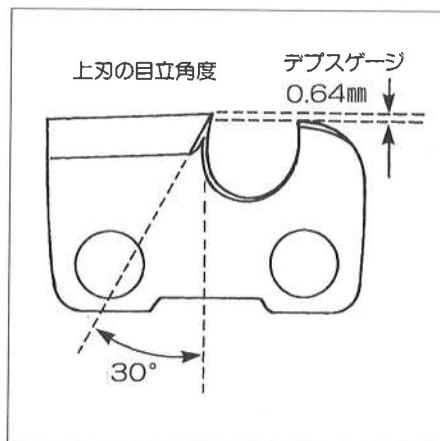

図17
- ガイドバーに対して丸ヤスリ(4mm)を30°傾け、丸ヤスリの直径1/5(約)が上刃よりでるようにソーチェーンに当ててください。(図17、19参照)
- 平ヤスリをデブスゲージに水平に当てて目立ててください。(図17、21参照)